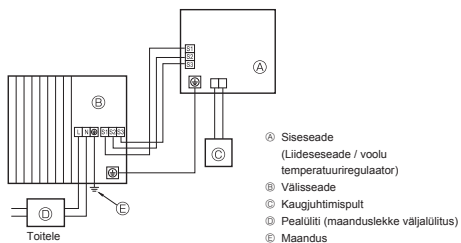
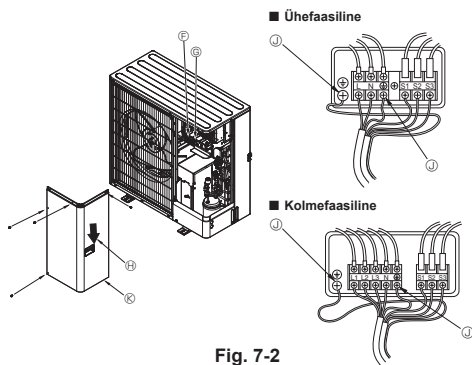

Fig. 7-1
Fig. 7-2
7.1. Välisseade (Fig. 7-1, Fig. 7-2)
- ① Eemaldage hoolduspaneel
- ② Teostage kaabeldus vastavalt Fig. 7-1 ja Fig. 7-2.